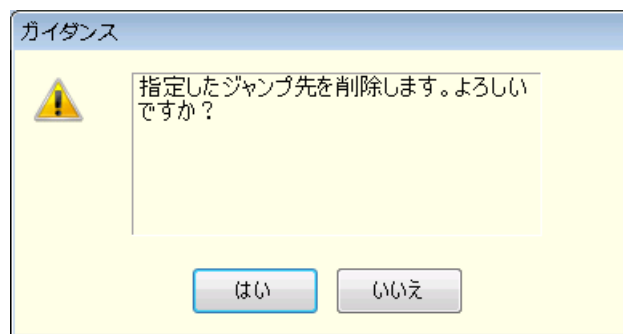

図6-7 ステップ削除の確認ダイアログ
- ジャンプ先やブランチステップに設定されているステップを削除した場合は、図6-7のようなダイアログが表示されます。**はい**を選択するとステップが削除され、ジャンプ先やブランチステップは、ステップ番号 0 に自動更新されます。**いいえ**を選択すると、ステップの削除はキャンセルされます。